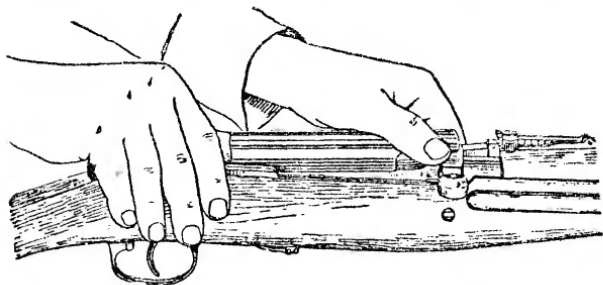

Рис. 57. Отделение крышки ствольной коробки
**Отделить крышку ствольной коробки:** отжать хвост защелки вверх, положить винтовку на стол прицелом вверх так, чтобы скоба уперлась в край стола, левой рукой продвинуть крышку за переднюю часть вперед доотказа (рис. 57)